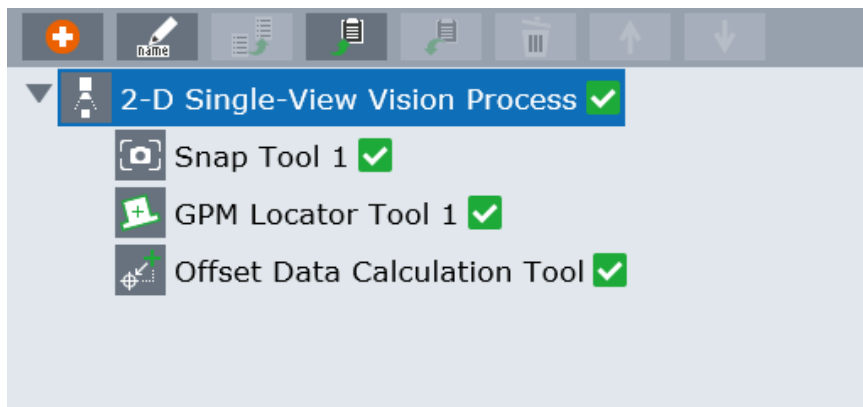

Рис. 27: Список компонентов программы зрения, на рисунке представлены **не** все возможные компоненты.
- (b) **Tree** – иерархический список всех компонентов программы (рисунок 27).